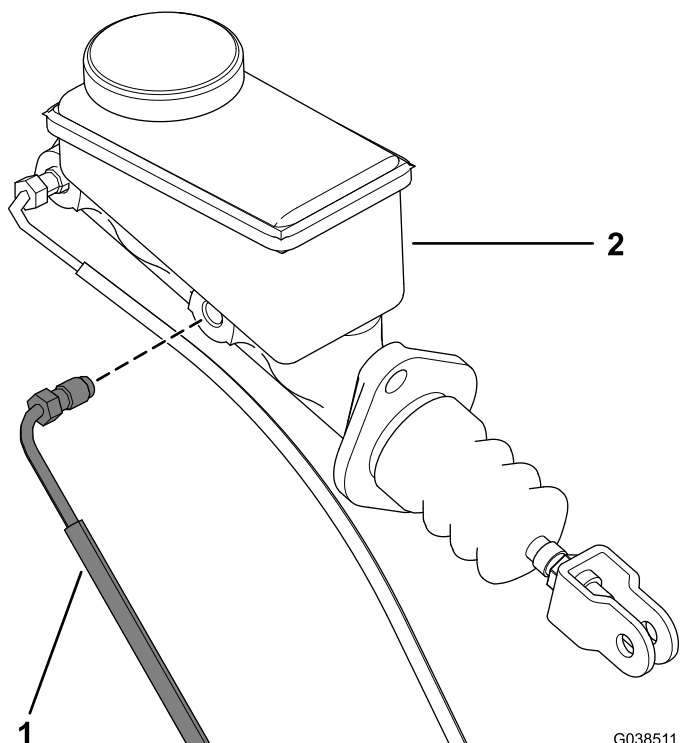

Figur 4
4. Fjern flenshodeboltene (3/8 x 1 tomme) som fester braketten for bremsekaliperenheten til spindelen, og fjern bremsekaliperenheten fra spindelen (Figur 4).
9. Monter den nye bremsekaliperenheten til spindelen med to flenshodebolter (3/8 x 1 tomme) som vist i Figur 4.